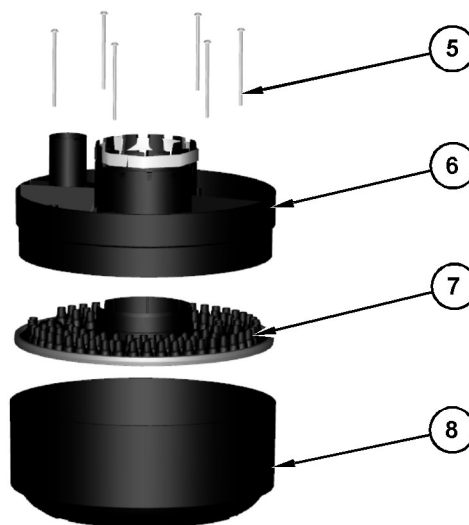

Ilustración 222
9. Deslice la rejilla para colocarla en posición en el conjunto de antefiltro. Vuelva a conectar las dos abrazaderas. Consulte la ilustración 222 .